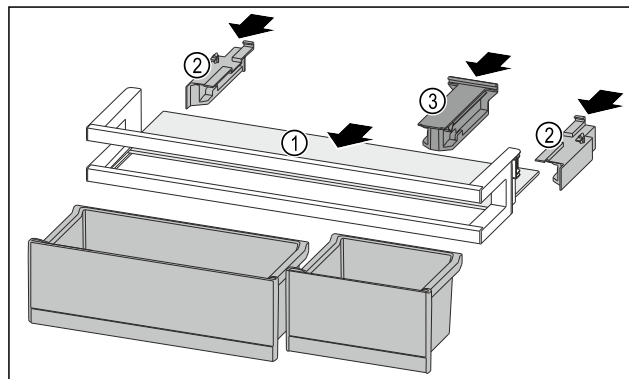

Fig. 124
- ▶ Wsunąć półkę Fig. 124 (1) w boczne wycięcia.
- ▶ Włożyć elementy boczne Fig. 124 (2).
- ▶ Włożyć element trzymający Fig. 124 (3).